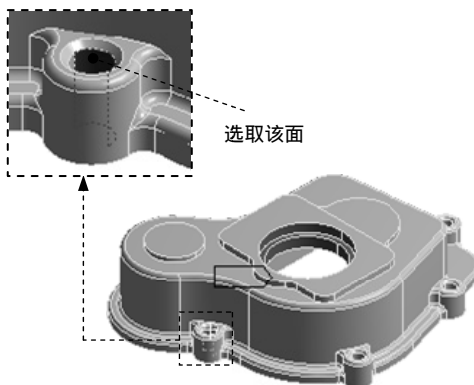
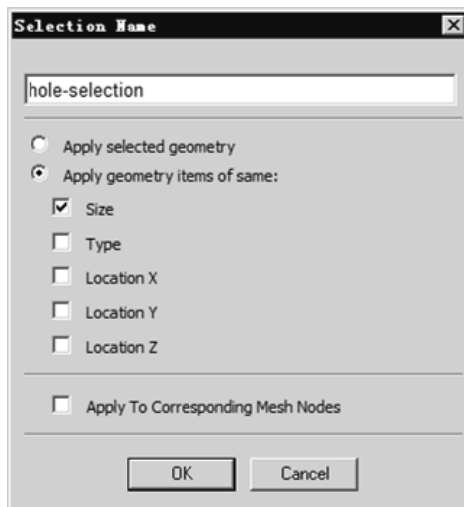

图 2.6.12 选取曲面 (二)
图 2.6.13 “Selection Name”对话框
(1) 选择命令。在图形区选中图 2.6.12 所示的曲面对象右击，在弹出的快捷菜单中选择  Create Named Selection 命令，弹出图 2.6.13 所示的“Selection Name”对话框。
(2) 在“Selection Name”对话框输入名称 hole-selection，选中  Apply geometry items of same: **Size** 复选框，单击  按钮。